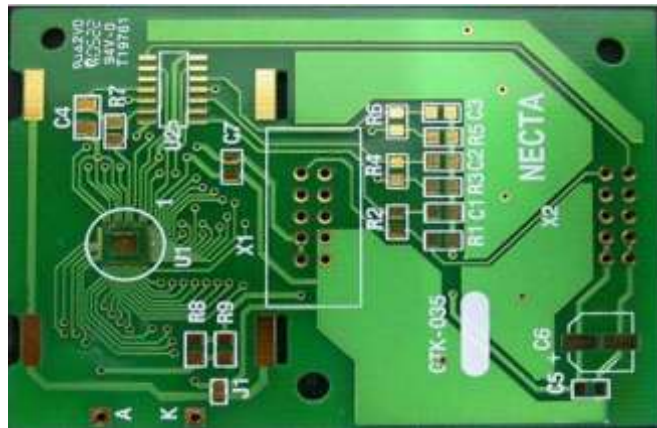

IMAGEN 10: MATERIA IMPRESA A DOS CARAS.
- **Tablero impreso a dos caras:** A menudo están hechos de material FR-4, como se ve en la imagen 10. El circuito es más fácil de conectar. Si es posible, la superficie inferior está destinada a la conexión a tierra, y otras